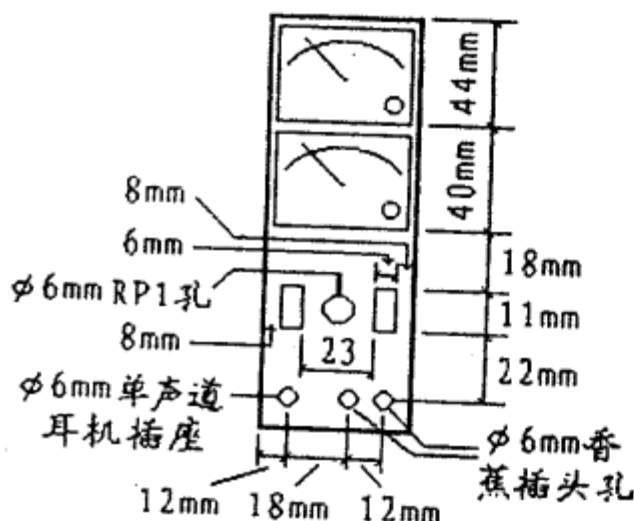

图4
两用电源安装在一块150×120×55mm的卧式ABS塑料盒内。为了使用方便和美观,将卧式塑料盒立式使用(见图1和图4所示)。
(1) 安装内容。电流表PA1,电压表PA2,发光二极管VD3、VD4,拨动开关S2、S3,电位器RP1,电源输出插座XP、电源插头连线XS、电源变压器T1和输出线。
(2) 安装步骤。面板安装示意图图4所示。面板元器件连线示意图如图5所示。内部布局示意图如图6所示。